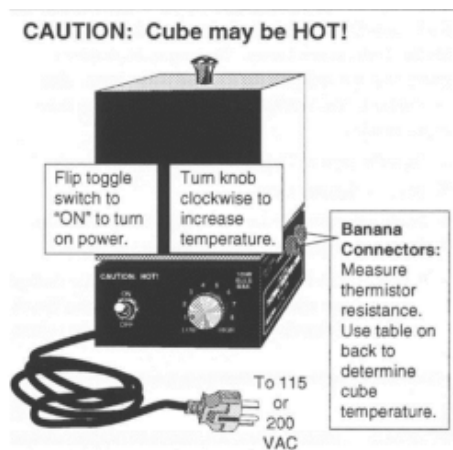

Figure 1: Schéma du cube multi-faces aux quatre faces latérales différentes chauffées par une ampoule centrale
**Cube multi-faces chauffé:** avec des surfaces ayant des états différents (noire mate, blanche mate, aluminium poli et non poli) pour étudier l'influence de l'émissivité (voir Figure 1)